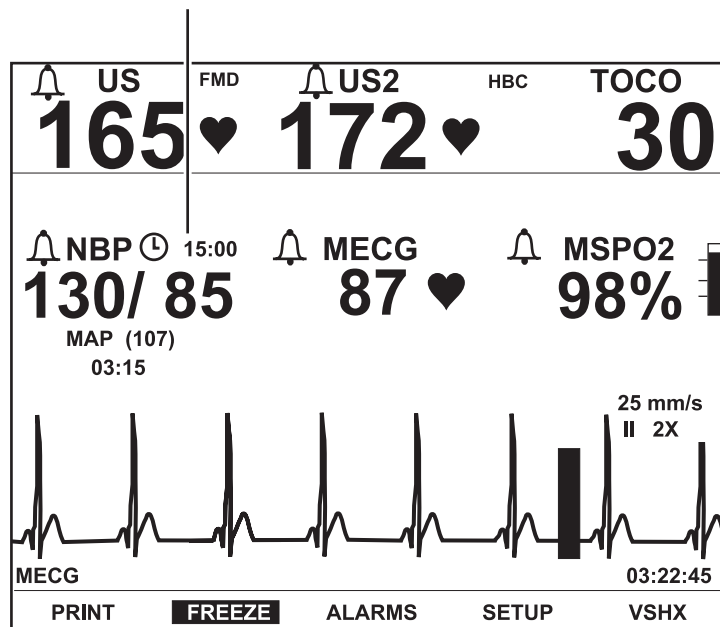

Рис. 9-4. Быстрый вызов интервала времени NBP (нАД)
2. После удержания этой кнопки в течение примерно двух секунд вместо таймера обратного отсчета отображается поле интервала. См. рис. 9-4.